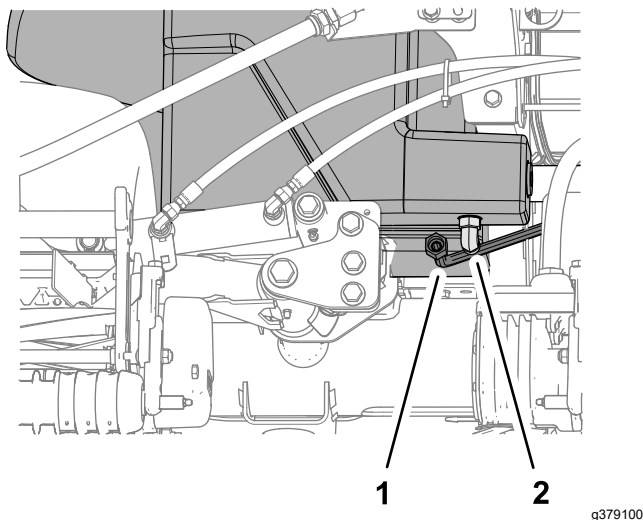

Рисунок 119
2. Установите большой сливной поддон под прямоугольный штуцер (Рисунок 119) гидравлического бака; см. раздел Емкость гидравлической системы \(страница 79\).